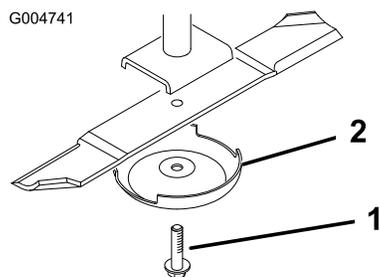

Figura 86
- Togliete il bullone, la coppa antistrappo e la lama dall'asse del fusello (Figura 86).